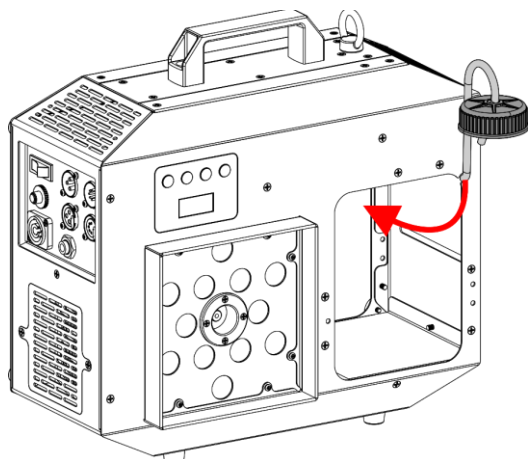

Fig. 16
- 11) Sortez le tuyau en caoutchouc de l'orifice situé à l'avant, comme indiqué sur la Fig. 16.